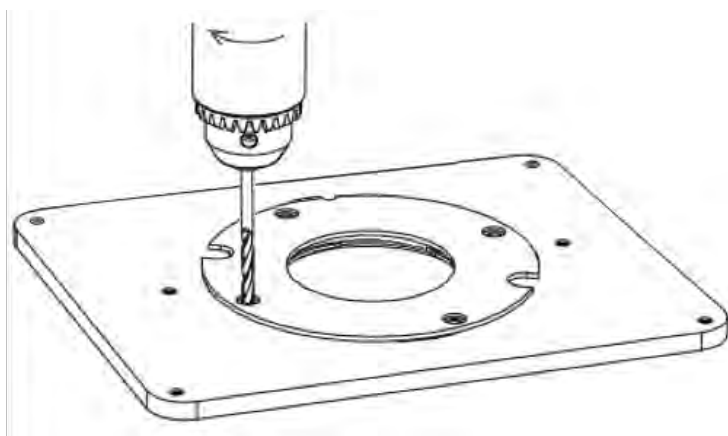

Рис. 1
- наметьте и просверлите отверстия в пластине для крепёжных винтов, приложив съёмную «подшву» базы ручного фрезера к пластине, соблюдая концентричную соосность отверстий для фрез пластины и базы фрезера (Рис. 1); максимальной соосности можно добиться, позиционируя фрезер на пластине с одной из вставок с помощью цилиндрической или конической втулок (в комплект не входят), устанавливаемых в цангу фрезера; сделайте зенковку отверстий, чтобы скрыть головки винтов ниже уровня рабочей поверхности фрезерного стола;